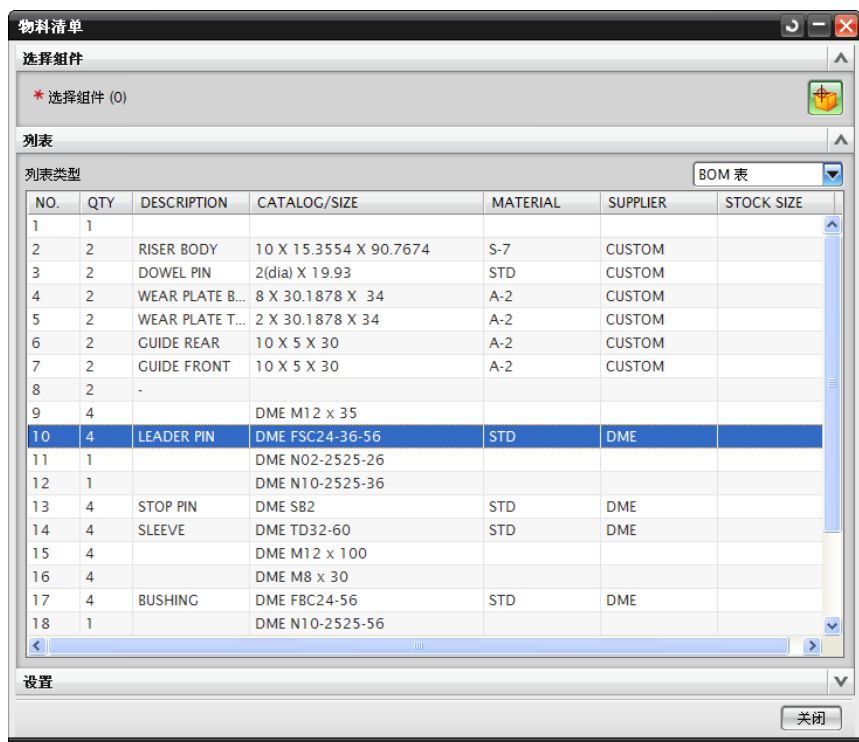
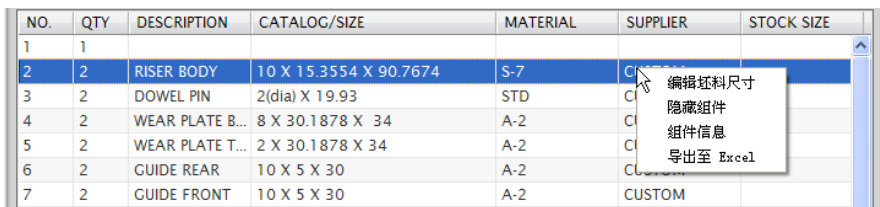
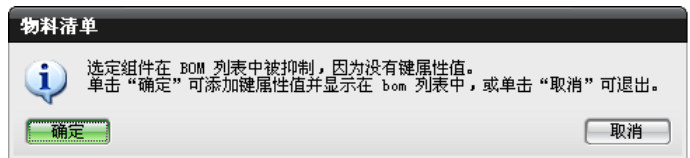

图 9-53 【物料清单】对话框
图 9-54 编辑工具
图 9-58 添加新组件信息提示
单击【注塑模向导】工具栏中【物料清单】按钮，弹出如图 9-53 所示【物料清单】对话框，从中看到，系统自动搜索到了相关标准件的信息，同时在顶层节点的工程制图中，已经产生了一个零件明细表，可以切换到【制图】模块，查看结果。下面介绍物料清单的用法。
(1) 在图 9-53 所示的【物料清单】对话框中，选择需要进行编辑的行，也可以在图形窗口中选择需要编辑的标准件，也可以在装配导航器中选择待编辑的标准件。
(2) 在已选择的行中，在需要编辑修改的单元格上双击鼠标左键（如果是空的单元格，只需要单击），即可进入编辑状态，此时可以输入相应内容，再按回车键，就可以保留修改结果。或者按【退出】(Esc) 键，取消修改。
(3) 也可以在已选择的行上单击鼠标右键，系统提供如图 9-54 所示的编辑工具。
(1) 在图 9-53 所示的【物料清单】对话框中，激活【选择组件】按钮，然后在图形窗口或者装配导航器中，选择需要添加到物料清单的组件，此时将打开如图 9-58 所示的对话框。